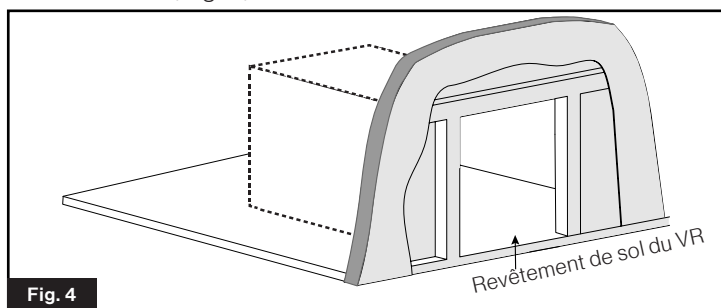

Fig. 4
6. Assurez-vous que l'appareil est supporté par un plancher ou une plate-forme solide ayant une capacité de charge suffisante. (Fig. 4)